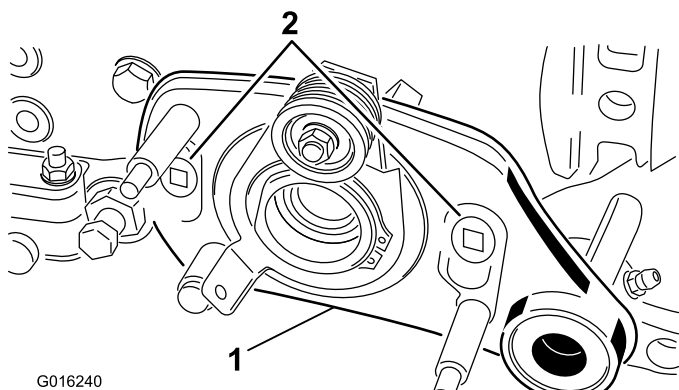

Figura 33
8. Rimuovete i 2 bulloni di spallamento che fissano il gruppo di rotazione del groomer agli adattatori della piastra laterale (Figura 33).